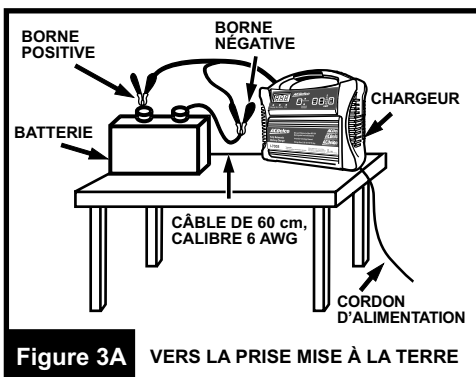

Figure 3A VERS LA PRISE MISE À LA TERRE
1. Vérifiez la polarité des bornes de la batterie. Les bornes POSITIVES (POS, P, +) ont habituellement un diamètre plus grand que les bornes NÉGATIVES (NEG, N, -) (figure 3A).